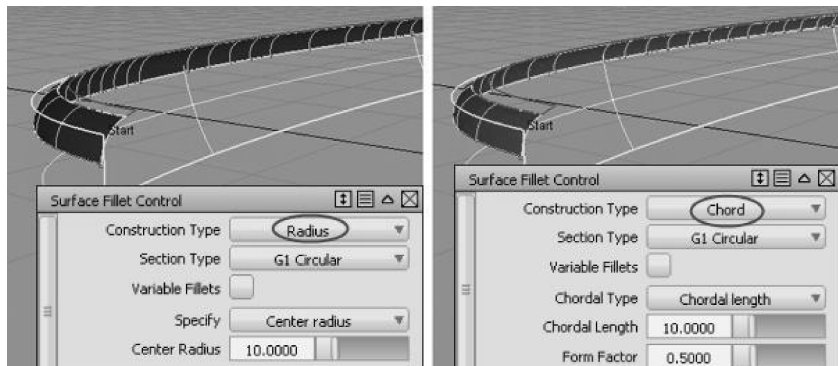

图 4-32 圆角控制类型
- **【Construction Type】**：用于控制圆角的类型，如图 4-32 所示。